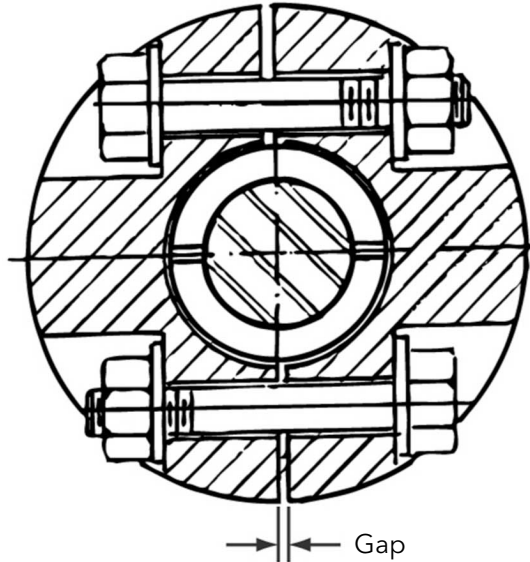

Figure 16: Vue du haut
8. Insérer les vis capuchon d'accouplement et mettre une rondelle de blocage et un écrou sur chaque vis. Les têtes de boulon à chaque niveau sur les côtés opposés de l'accouplement devraient être orientées dans différentes pour l'équilibrage comme illustré dans Figure 16: Vue du haut à la page 28.